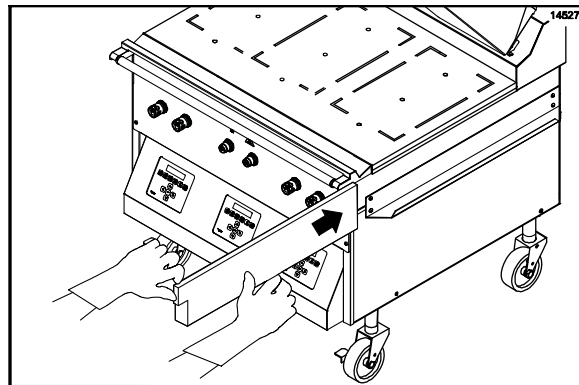

Figura 114
47. Reinstale os coletores de gordura. (Veja a Figura 114.)